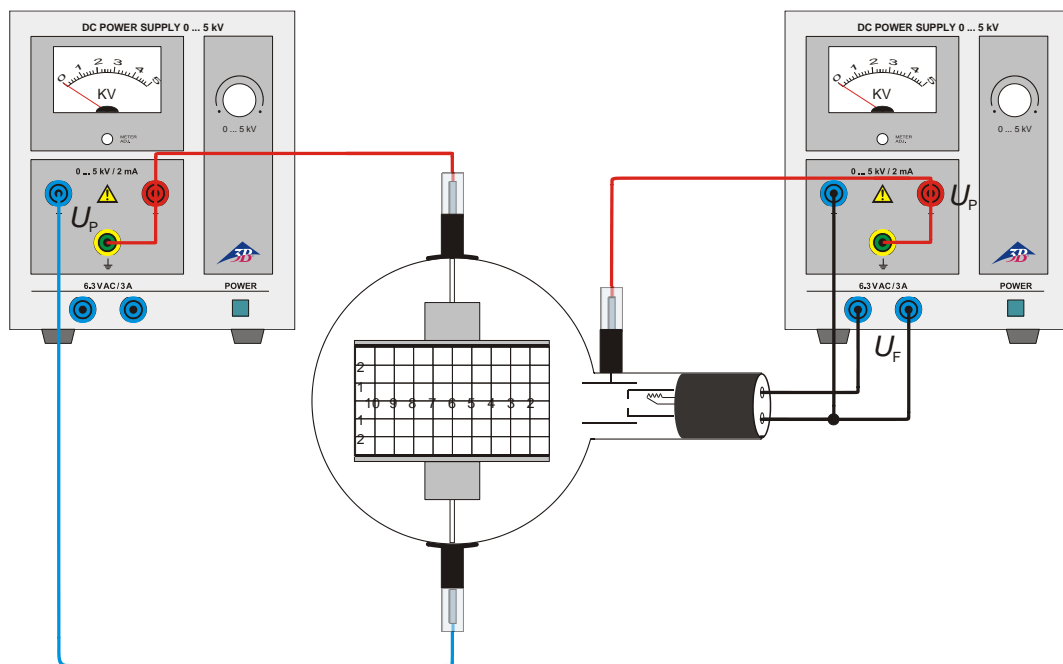

Fig.3 Desvio elétrico
- Efetuar a conexão do tubo conforme a fig. 3. Sendo que o pólo negativo da tensão anódica deve ser ligado com o conector de 4 mm com a indicação de negativo no gargalo do tubo.
• Montagem da experiência conforme fig. 3.